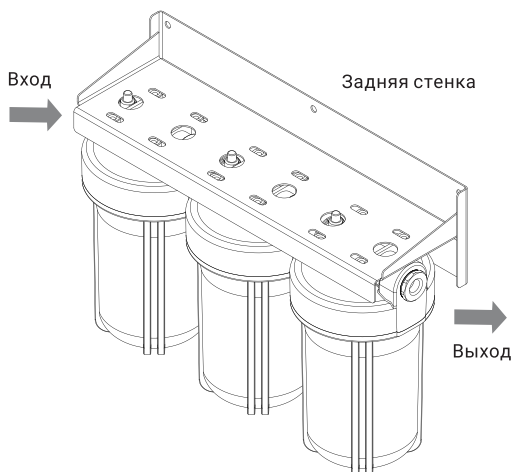

Рис. 1
- для двойных и тройных корпусов – слева направо относительно задней стенки согласно (рис. 1).